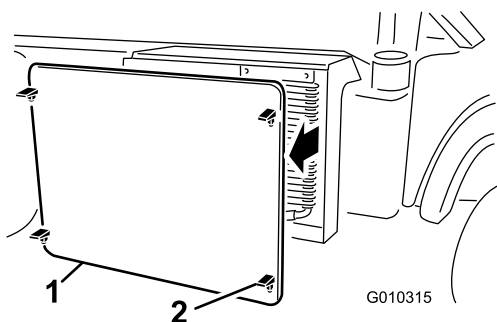

Figura 57
2. Desengate e retire o filtro do radiador da frente do radiador (Figura 57).